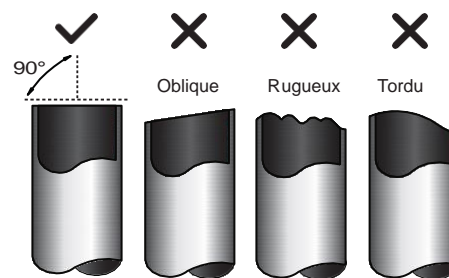

Fig. 7.5
- Assurez-vous que le tuyau est coupé à un angle parfait de 90°. Référez-vous à la Fig. 7.5 pour des exemples de mauvaises coupes.